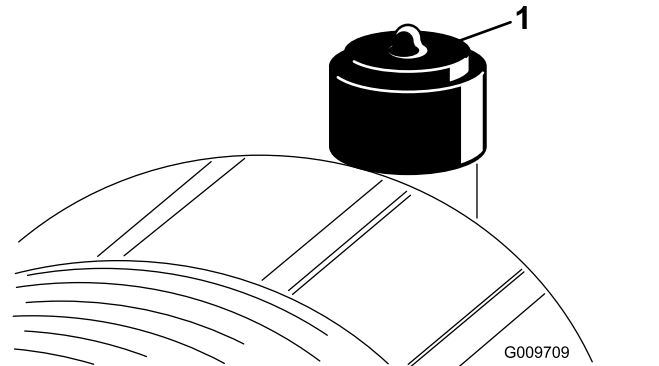

Figura 42
- Sostituite l'elemento del filtro dell'aria quando la relativa spia (Figura 42) è rossa. Non pulite eccessivamente l'elemento del filtro dell'aria.